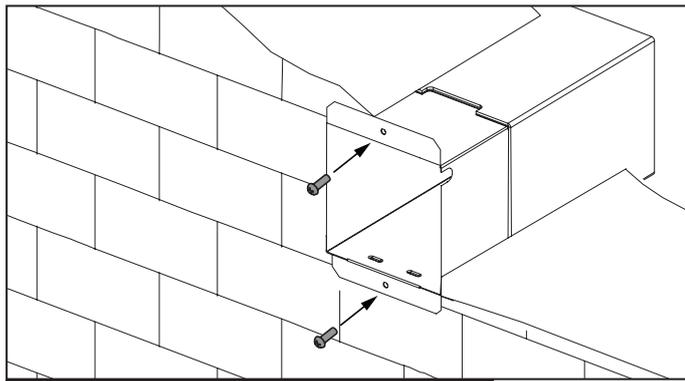

Рис. 11. Крепление телескопического воздуховода
3. Закрепите внутреннюю часть телескопа со стороны помещения при помощи универсальных шурупов 3x25, входящих в комплект поставки комнатной установки (см. рис. 11).